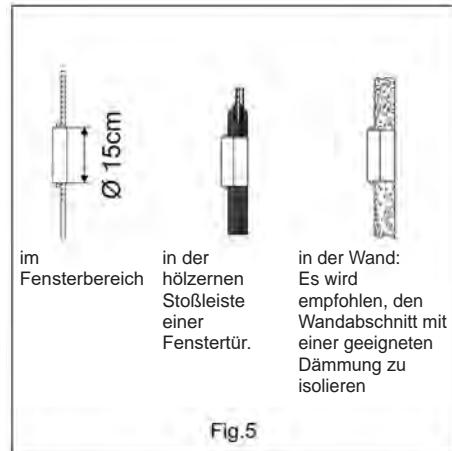

Fig.5
- Bohren Sie ein Loch in eine Außenwand oder durch eine Fensterscheibe. Achten Sie darauf, dass die MIN- / MAX-Maße für die Lochgröße und deren Position eingehalten werden. (Abb. 5 und 6)